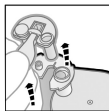

Fig. 1
2. Prendere la linguetta fra il pollice e l'indice mentre si tiene saldamente la cartuccia con l'altra mano, quindi rimuovere completamente il tappo dalla cartuccia. (Fig. 1)